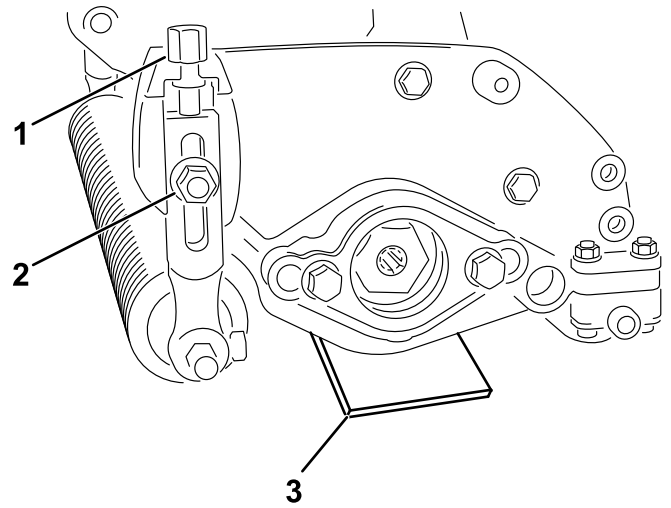

Bild 8
3. Lösen Sie beide Bundmutter, dabei sollten die Rollen die ebene Fläche berühren (Bild 8).
4. Drehen Sie die Einstellschraube der Schnitthöhe, bis beide Enden des Vertikutierers die ebene Fläche berühren (Bild 8).
2. Legen Sie eine Messlehre mit der Höhe der gewünschten Messerhöhe über dem Boden unter jedes Ende des Vertikutierers (Bild 8).